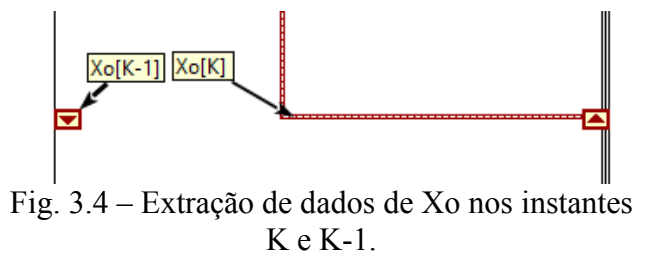

Fig. 3.4 – Extração de dados de  $X_o$  nos instantes  $K$  e  $K-1$ .
Terminada essa operação, teremos acesso ao elemento  $X_o$  do instante  $K$ , como também no instante  $K-1$ , como ilustrado na Fig. 3.4. Como  $K$  deve ser sempre  $> 0$ , devemos também criar uma constante que inicializa o valor de  $X_o[K-1]$  quando  $K=0$ . Além disso, segundo o que vimos no item 2.1, devemos subtrair  $X_o[K]$  de  $X_o[K-1]$ . Para isso, efetue: